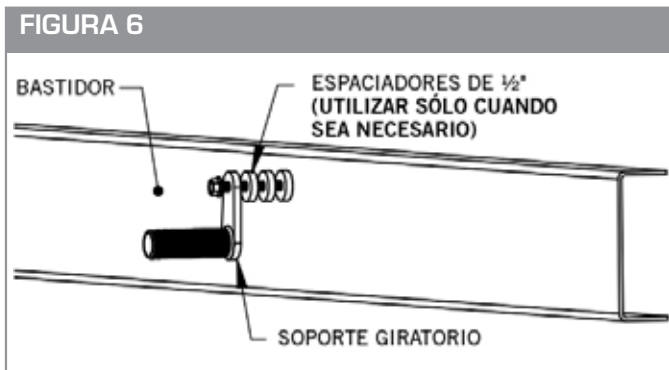

FIGURA 7
- A. Una vez que los soportes estén en posición con el guardafangos, apriete el 5/8" x 4-1/2" que atraviese el soporte giratorio (10001474) para fijar el giratorio de forma segura al bastidor. **(Ver la Figura 7)**